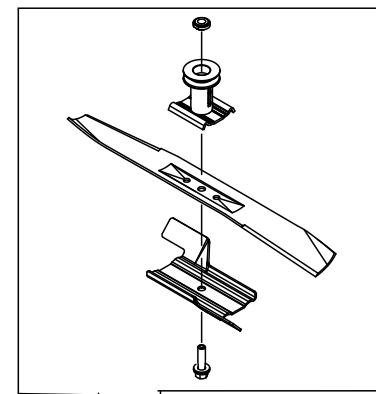

Figure 39
3. Immobilisez la lame avec un morceau de bois (Figure 39).